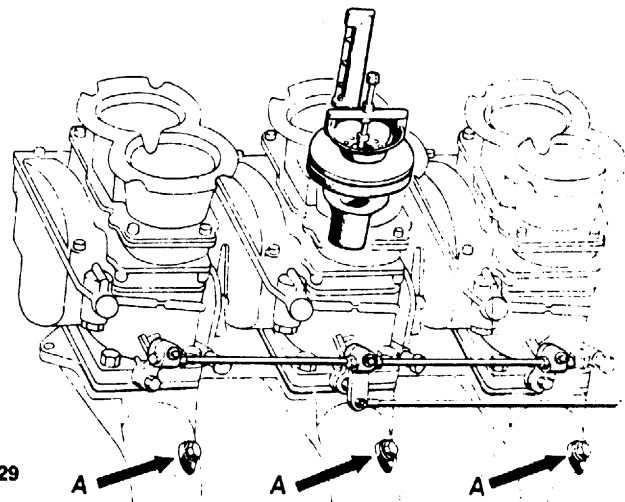

fig. 29
1 - Sostituire i tappi (N. 6) filettati (A, fig. 29) con i raccordi dei vuotometri collegando i condotti di destra con la cassetta posta sul parafrangente sinistro e viceversa, in modo tale che i due condotti del primo carburatore siano controllati dai due vuotometri contraddistinti col n. 1 e così via.
1 - Remplacer les bouchons (6) filetés (A, fig. 29) par les raccords des vacuomètres, en raccordant les conduits de droite avec le coffret situé sur le garde-boue gauche et vice-versa, de façon à ce que les conduits du premier carburateur soient contrôlés par les deux vacuomètres marqués n. 1 et ainsi de suite.
1 - Unscrew the (6) threaded caps (A, fig. 29) and insert the vacuum-gauges pipes, connecting the right ducts with the set placed on the left mudguard and vice versa, in order that the two ducts of the first carburetor are controlled by the two vacuum-gauges marked nr. 1 and so on.
e - Sostituire i raccordi dei vuotometri con i tappi filettati (A, fig. 29) e rimontare il filtro aria.
e - Remplacer les raccords des vacuomètres par les bouchons filetés (A, fig. 29) et remonter le filtre à l'air.
e - Replace the gauges pipes with the plugs (A, fig. 29) and remount the air filter.